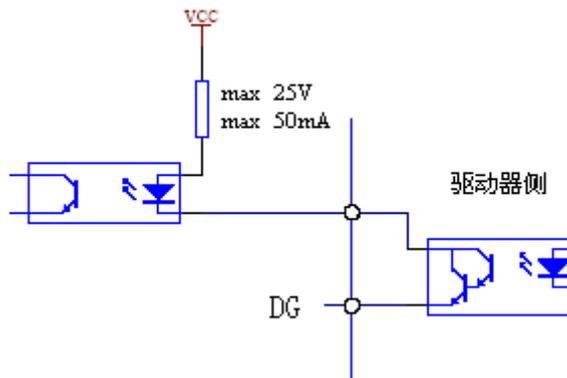
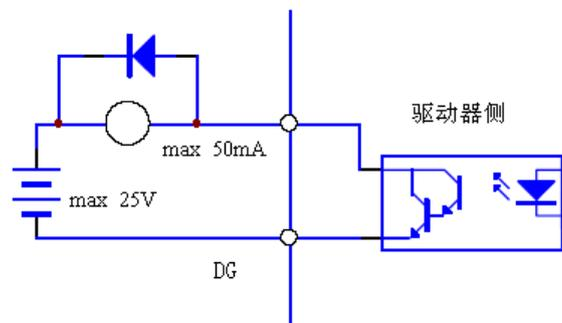

图 2-6a: Type2 开关量输出接口（光耦）
图 2-6b: Type2 开关量输出接口（继电器）
- 1、DO4输出为达林顿晶体管，与光耦（图2-6a）或继电器（图2-6b）连接；